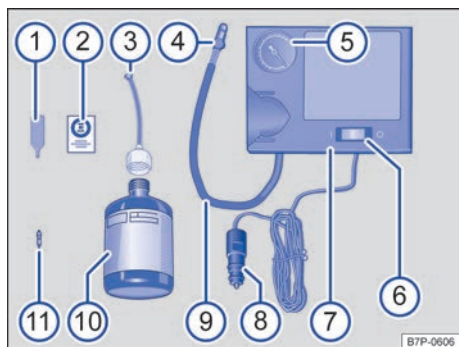

Fig. 295 Representación esquemática: componentes del kit reparapinchazos (variante 2).
- Enrosque fijamente el tubo de inflado → fig. 295 ⑨ del compresor de aire en la válvula del neumático.
- Enchufe el conector de 12 voltios → fig. 295 ⑧ del compresor de aire a una toma de corriente de 12 voltios del vehículo → pág. 293.
- Encienda el compresor de aire con el conmutador de encendido y apagado → fig. 295 ⑥.